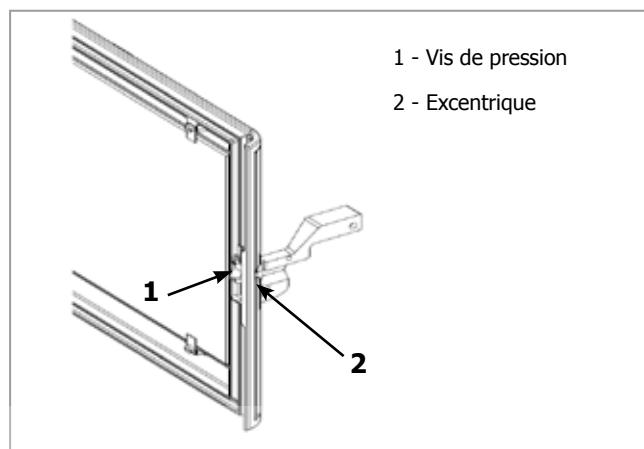

Figura 5 - Pressione di chiusura della porta
- Posizionare la guarnizione di tenuta stagna (2), fissare il tampone (3) e la barra di tenuta (4) in modo che siano a tenuta stagna.
- Posizionare la guarnizione di tenuta stagna (2), fissare l'ugello (2) in modo che siano a tenuta stagna.
- Rimettere lo schermo (vedere alla figura 5 e 6)
2.9. Pressione di chiusura della porta (Figura 5)